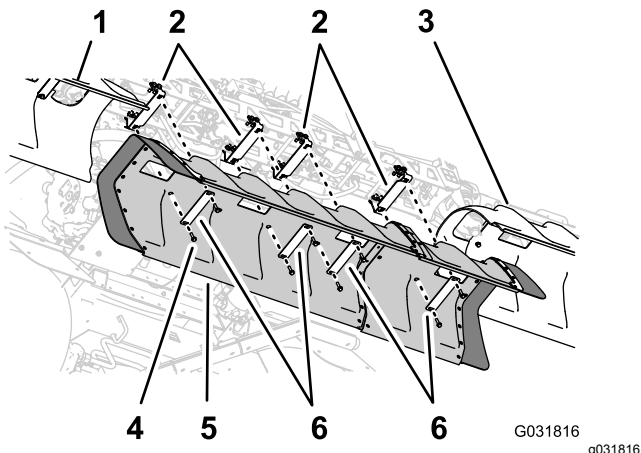

Bild 154
1. Fluchten Sie die Löcher in der mittleren Abschnittsabdeckung mit den Löchern in den Stützhalterungen für die mittlere Abschnittsabdeckung aus (Bild 154).
2. Fluchten Sie die Löcher in den zwei Abdeckungsriemen, die Sie in Schritt 1 in 6 Entfernen der Abdeckung des mittleren Abschnitts (11. Düse) des optionalen abgedeckten Auslegers (Seite 18) entfernt haben, mit dem Schlauch in der Abdeckung und zwei Stützhalterungen aus (Bild 154).
4. Fluchten Sie die Löcher in den zwei Abdeckungsriemen (Toro Bestellnummer 120-0629) mit den vier restlichen Löchern in der Abdeckung und den vier restlichen Löchern in den Stützhalterungen aus (Bild 154).
5. Befestigen Sie die Abdeckungsriemen und die Abdeckung mit vier Bundkopfschrauben (5/16" x 1-1/4"), Toro Bestellnummer 323-36, an den Stützhalterungen (Bild 154).